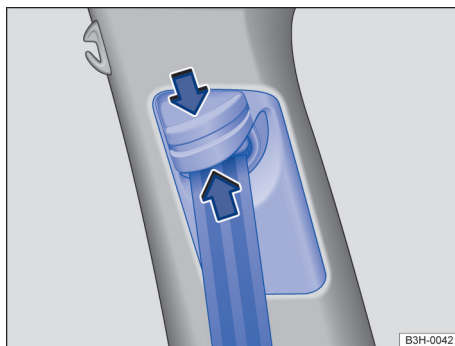

Fig. 37 Ao lado dos bancos dianteiros: regulagem de altura do cinto de segurança. ►
- Pressionar o dispositivo regulador no sentido da seta e mantê-lo pressionado → Fig. 37.